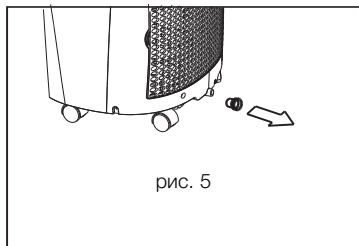

рис. 5
- Осторожно высвободите сливной шланг из резинового хомута. Проложите шланг с уклоном, обеспечивающим слив жидкости самотеком. Извлеките резиновую заглушку из сливного отверстия поддона для сбора конденсата (см. рис. 5).